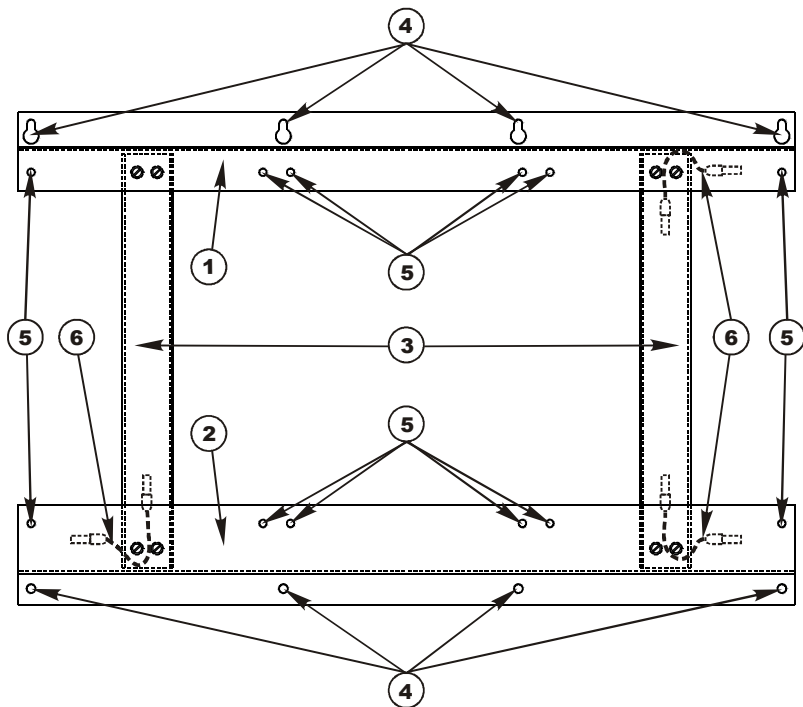

Рисунок 1 – Рама для установки стабилизаторов СКМ-6000-1
4.2 Используя составные части МК10 КСДП.687445.003, собрать раму (рисунок 1) в следующей последовательности: